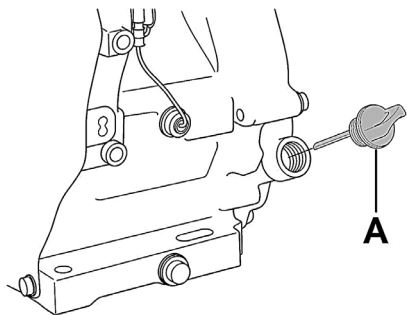

Рис. 4 Крышка-щуп маслозаливной горловины
3. Выкрутите крышку-щуп (А) маслосливной горловины и извлеките щуп (Рис. 4).